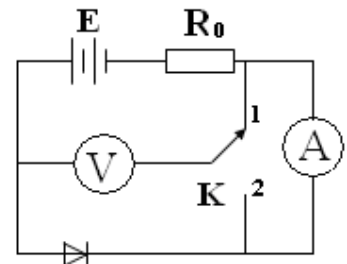

图 6 伏安法电路图
2) 按图 6 所示连接电路：开关 K 打向位置 1 为电流表内接，打向位置 2 为电流表外接。